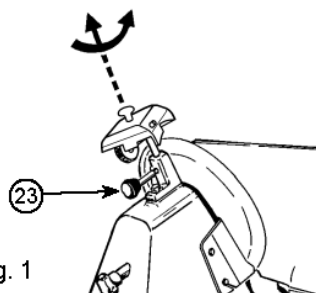
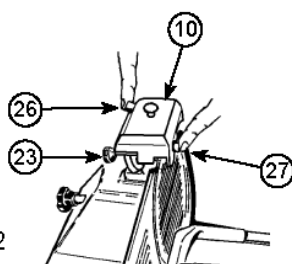
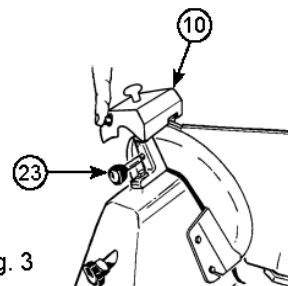

Fig. 1
Fig. 2
Fig. 3
- Débranchez • Vérifiez que la cloison mobile est fermée (bouton gradué (6) en position "0").
- Desserrez le bouton de verrouillage (23) du module aiguseur (10).
- Soulevez le module aiguseur (10), en le tournant de 180 ° de sorte que les deux roues soient en position de travail. Voir Fig. 1.
- Abaissez le module aiguseur (10) jusqu'à ce qu'il s'enclenche.
- Fixez le groupe en tournant le bouton de verrouillage (23). Voir Fig.2.
- Appuyez sur le bouton (26) et laissez la lame tourner pendant environ 1 minute. Lorsque la lame est immobile, vérifiez si une bavure s'est formée sur le bord.
- Après avoir vérifié la présence de bavures, mettez l'interrupteur (5) en marche et appuyez doucement sur le bouton (27) pendant environ 3 secondes pour retirer la bavure produite pendant l'affûtage. Remettez le bouton gradué (6) en position "0".
- Après affûtage, remontez le module aiguseur (10) dans sa position d'origine, voir Fig.3 et nettoyez le bord de la lame et les roues avec de l'alcool.